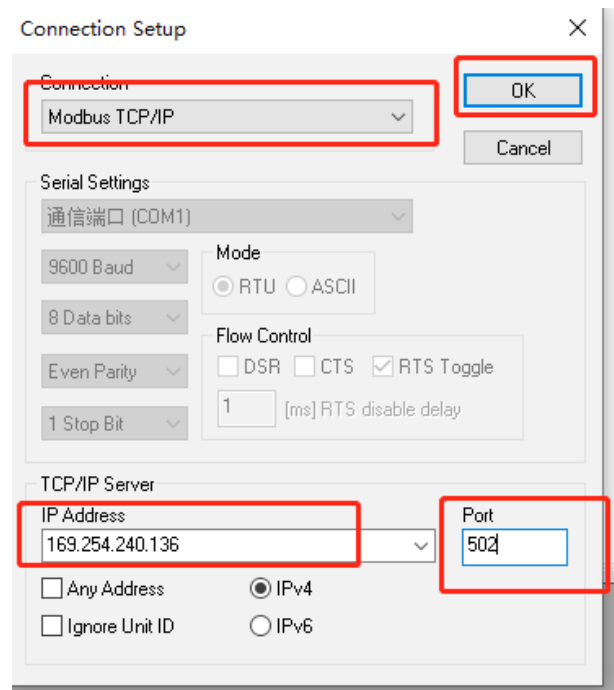

图5
1.3.1.2 依次点击 Connection->Connection Setup, 并根据图 5 配置从设备参数, 并点击 OK 保存设置。